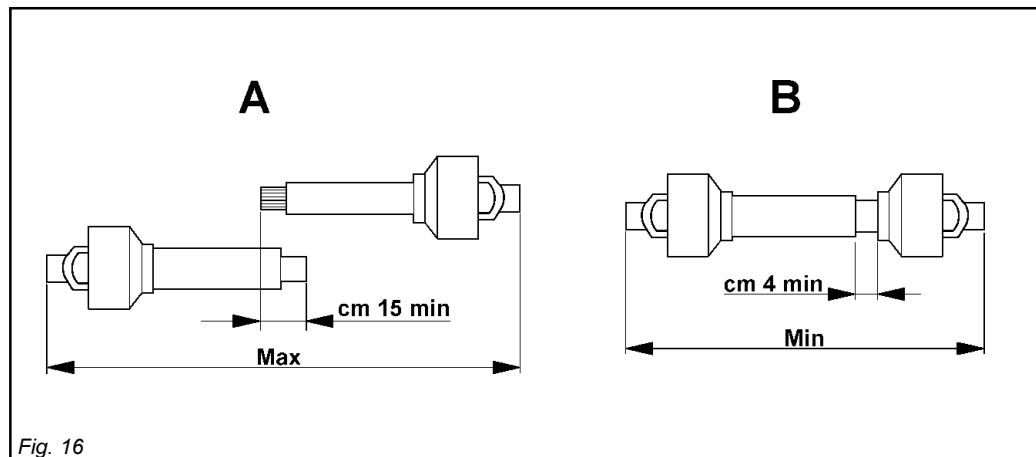

Fig. 16
- Quando l'albero cardanico è sfilato al massimo, i 2 tubi devono sovrapporsi per almeno 15 cm (A Fig.16). Quando esso è inserito al massimo, il gioco minimo consentito deve essere di 4 cm (B Fig.16).
- *When the cardan shaft is fully extended, the two tubes must overlap by at least 15 cm (A Fig. 16). When fully inserted, the minimum play must be 4 cm.*
- Wenn die Gelenkwelle so weit wie möglich auseinandergezogen ist, müssen die beiden Teile sich noch um wenigstens 15 cm überlappen (A Fig. 16). Wenn die beiden Teile ganz zusammen-geschoben sind, muß das kleinst-mögliche Spiel 4 cm ausmachen.
- *Quand l'arbre à cardans est déboîté au maximum, les deux tubes doivent se superposer d'au moins 15 cm (A Fig. 16). Quand il est entièrement rentré, le jeu minimum admissible doit être de 4 cm.*
- Cuando el árbol cardánico está extraído al máximo, los dos tubos deben superponerse por lo menos 15 cm (A Fig. 16). Cuando está insertado al máximo, el juego mínimo permitido debe ser de 4 cm.